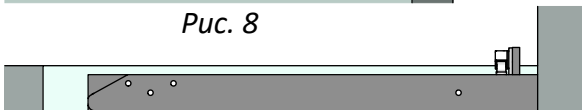

Рис. 9 (вид сверху)
2) Расположите люк в глубину проёма так, чтобы он был в одной плоскости с подготовленной стеной под клей и плитку (Рис.9).